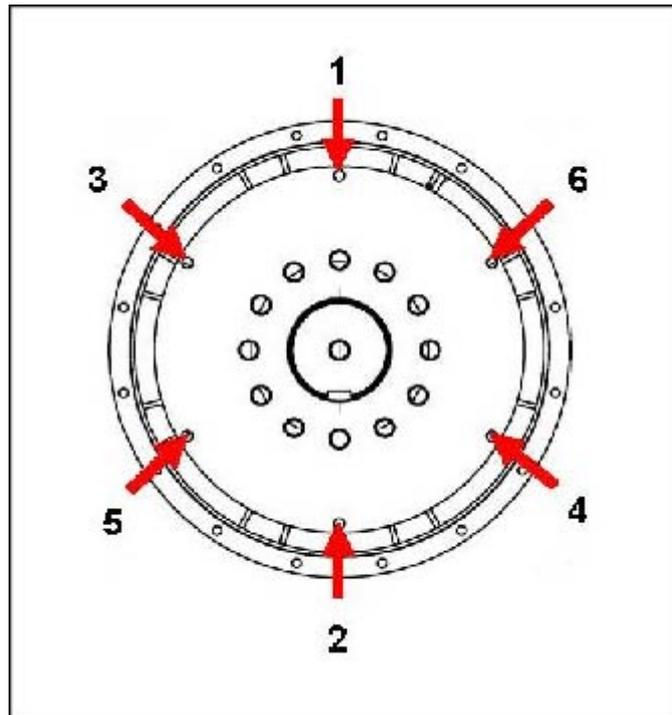

FIGURA 19. SECUENCIA DE FIJACIÓN AL VOLANTE
10. Apriete los pernos para fijar el disco de acoplamiento al volante, en la secuencia que se muestra en Figura 19 en la página 41